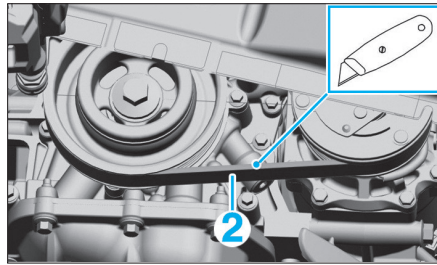

Fig. 2
- Couper la courroie d'accessoires (2) (Fig.2).